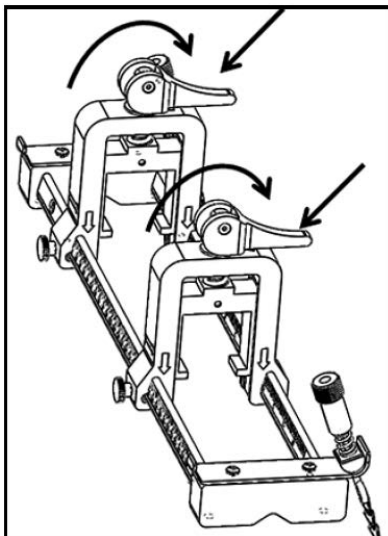

Figura 19: Levas cargadas
4. Mueva las levas hacia la posición cargada, de manera que los soportes de las abrazaderas descansen en su posición radial más alejada respecto de la tubería (véase Figura 19 más abajo).